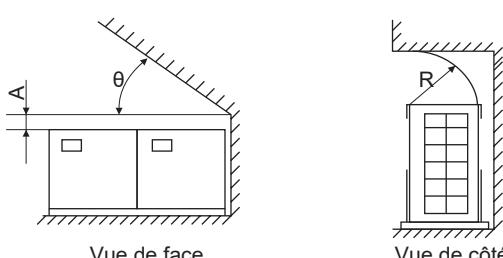

Fig. 3.15 Barrière au-dessus de l'unité extérieure
7) S'il y a des barrières au-dessus de l'unité extérieure, voir Fig. 3.15